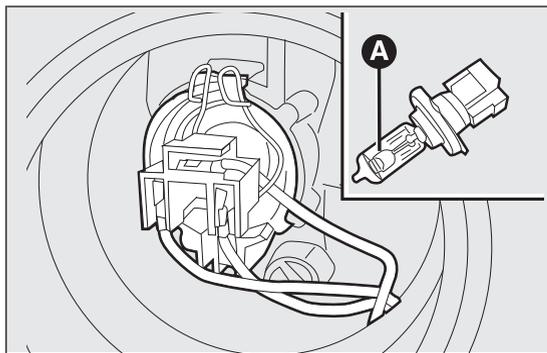

fig. 143
- estrarre la lampada A fig. 143 dal connettore B e sostituirla;